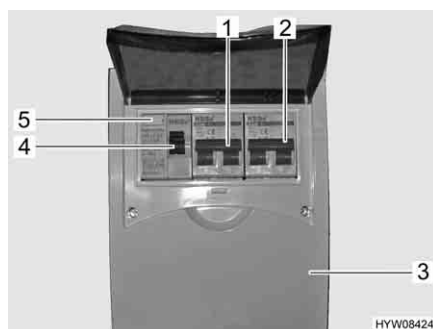

Fig. 135 Scatola dei fusibili a 230 V con interruttore di sicurezza e interruttore automatico FI
Un interruttore di sicurezza per correnti di guasto (interruttore automatico FI) (Fig. 135,5) nella scatola dei fusibili (Fig. 135,3) protegge l'intero veicolo da correnti di guasto (0,03 A).
L'interruttore di sicurezza collegato in serie (10 A) (Fig. 135,1) protegge le prese da 230 V, la centralina elettrica, il caricabatteria supplementare e il frigorifero.
Per veicoli con accessori opzionali, p. es. il riscaldamento ad aria calda con riscaldatore elettrico a immersione o l'impianto di climatizzazione a tetto, un ulteriore interruttore di sicurezza (16 A) (Fig. 135,2) protegge l'apparecchio.
- Se il veicolo è collegato all'alimentazione a 230 V, premere il tasto di controllo (Fig. 135,4). L'interruttore di sicurezza per correnti di guasto (FI) deve scattare.